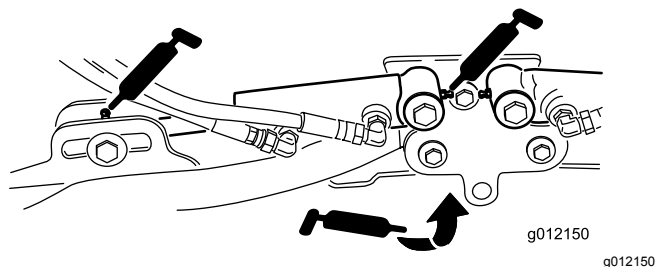

Figura 37
- Cilindros del brazo de elevación de la unidad de corte (2 en cada) (Figura 37)
- Pivotes del brazo de elevación (1 en cada) (Figura 37)